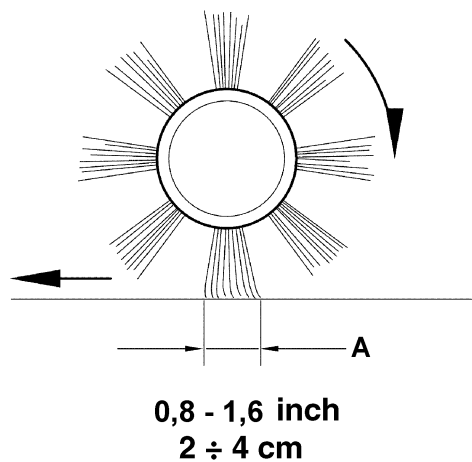
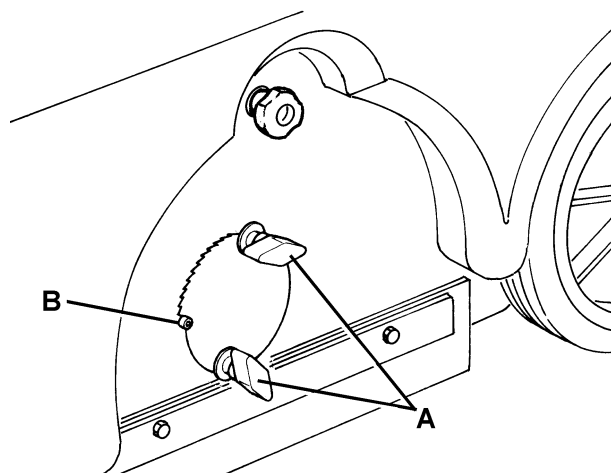

Figure 4
Figure 5
- Contrôler que la largeur de la trace (A, Fig. 4) laissée par le balai central est comprise entre 2 et 4 cm dans toute sa longueur.
- Au cas où la trace (A, Fig. 4) résulterait différente, procéder au réglage de la hauteur du balai, en procédant comme indiqué à partir du point 2.
2. Veiller à ce que la machine ne puisse pas bouger de façon autonome ; actionner le frein à pédale (26), si équipé.
3. Tourner la clé de contact (71) sur "0".
4. Desserrer les poignées (A, Fig. 5) sur les deux côtés de la machine.
5. Au moyen des poignées (A, Fig. 5) sur les deux côtés de la machine, déplacer l'index de variation de la hauteur (B) du balai central selon le besoin, puis serrer les poignées (A).
L'index (B, Fig. 5) devrait être placé dans la même position sur les deux côtés de la machine ; une différence de position de deux repères au maximum est admise, afin d'obtenir la trace (A, Fig. 4) de 2 - 4 cm définie au point 1.